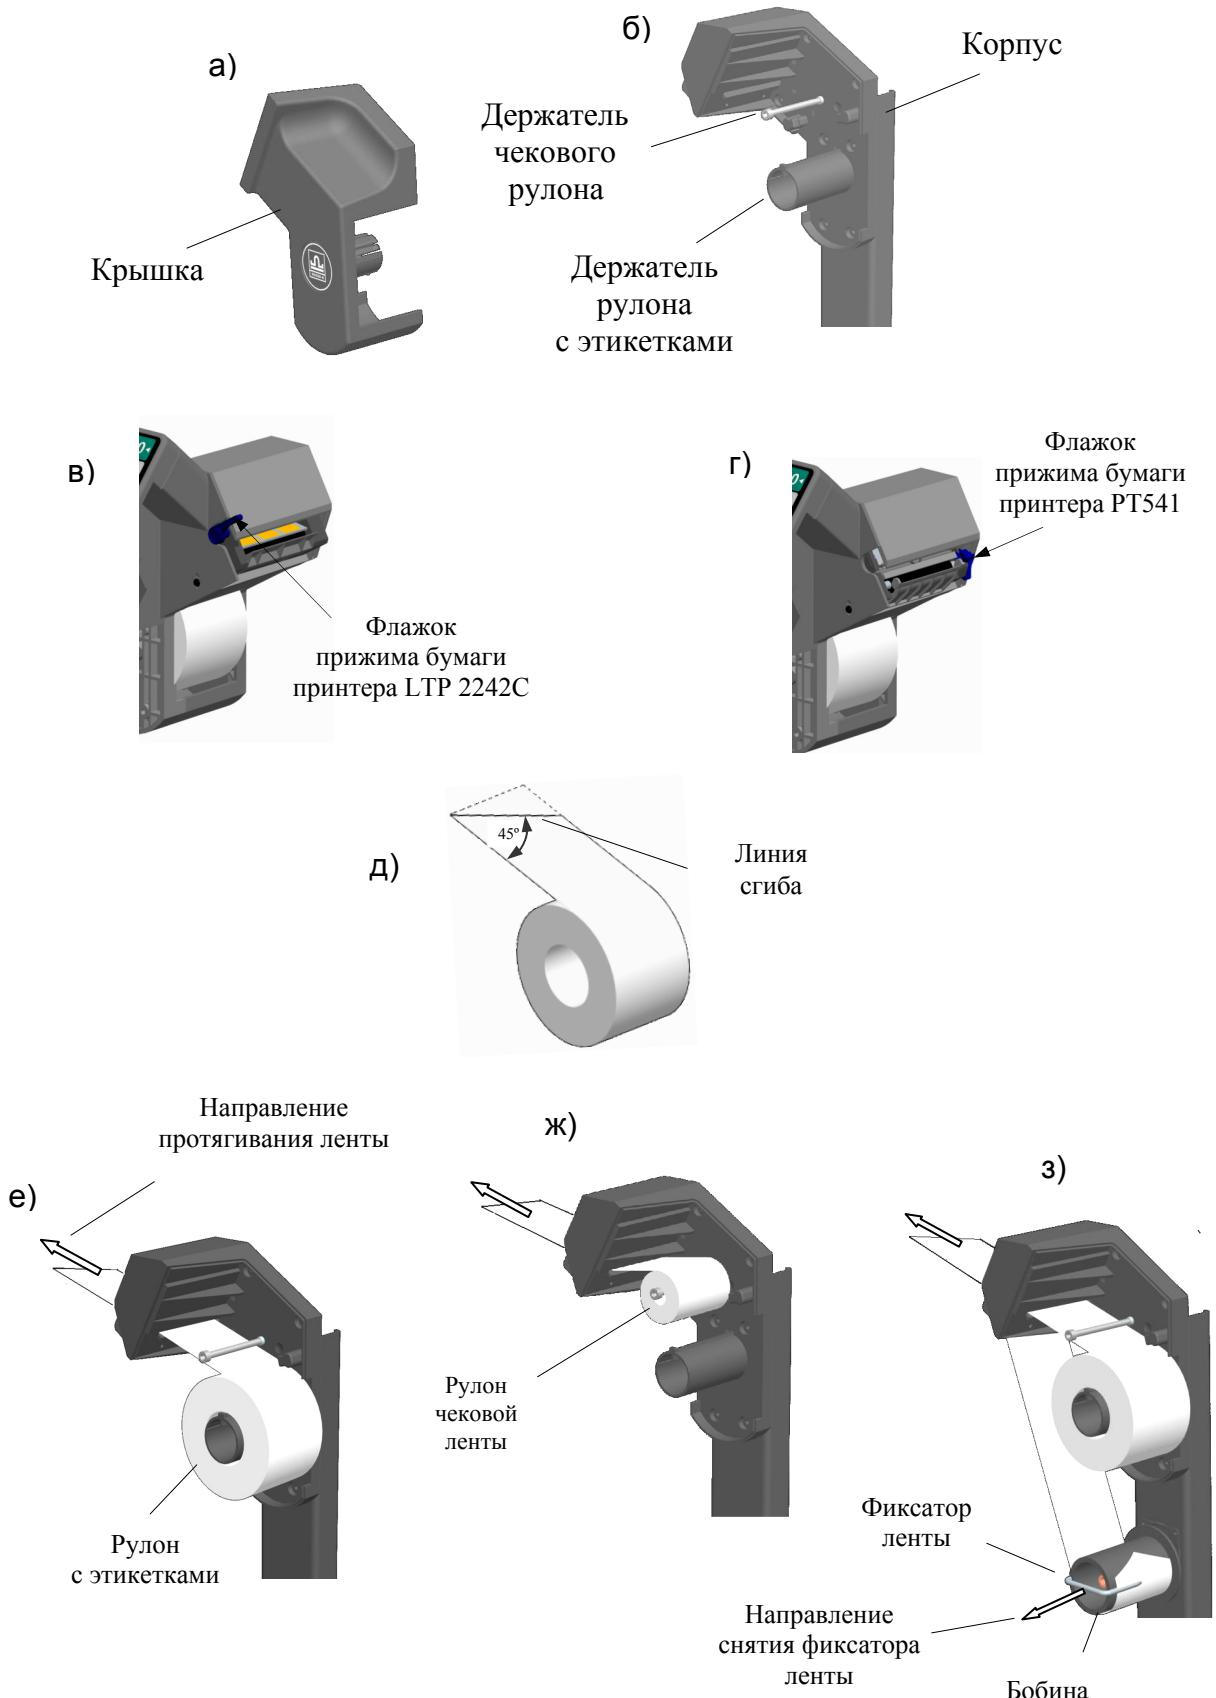

Рис. 4.9 - Установка рулонов
- Легким рывком снять крышку печатающего устройства (Рис. 4.9 а,б).
- Поднять флагок прижима бумаги (Рис. 4.9 в,г).
- Плотно согнуть конец бумажной ленты нового рулона под углом 45° (Рис. 4.9 д).
- Надеть рулон на соответствующий держатель (Рис. 4.9 е, ж).
- Протянуть согнутый конец ленты через принтер, в направлении указанном стрелками (Рис. 4.9 е, ж).
- Снять фиксатор с бобины (Рис. 4.9 з).